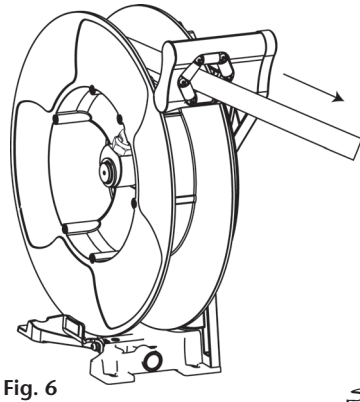

Fig. 6
1. Unwind the hose completely and then search for the ratchet locking position (fig. 6).
1. Déroulez complètement le flexible jusqu'à la dernière position de verrouillage du cliquet (fig. 6).
1. Desenrolle totalmente la manguera usada y busque la posición de bloqueo del trinquete más próxima a esta longitud (fig. 6).